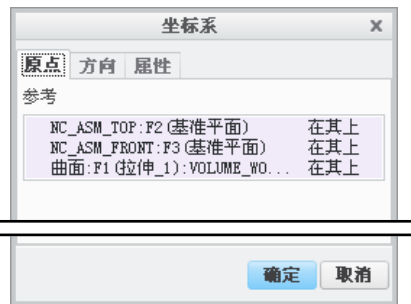

图 2.5.4 “坐标系”对话框
Step6. 机床坐标系设置。在“操作”操控板中单击 按钮，在弹出的菜单中选择 命令，系统弹出图 2.5.4 所示的“坐标系”对话框。按住 Ctrl 键依次选择 NC_ASM_TOP、NC_ASM_FRONT 基准面和图 2.5.5 所示的模型表面作为创建坐标系的三个参考平面，单击 **确定** 按钮完成坐标系的创建。在“操作”操控板中单击 按钮，此时操控板显示如图 2.5.6 所示。